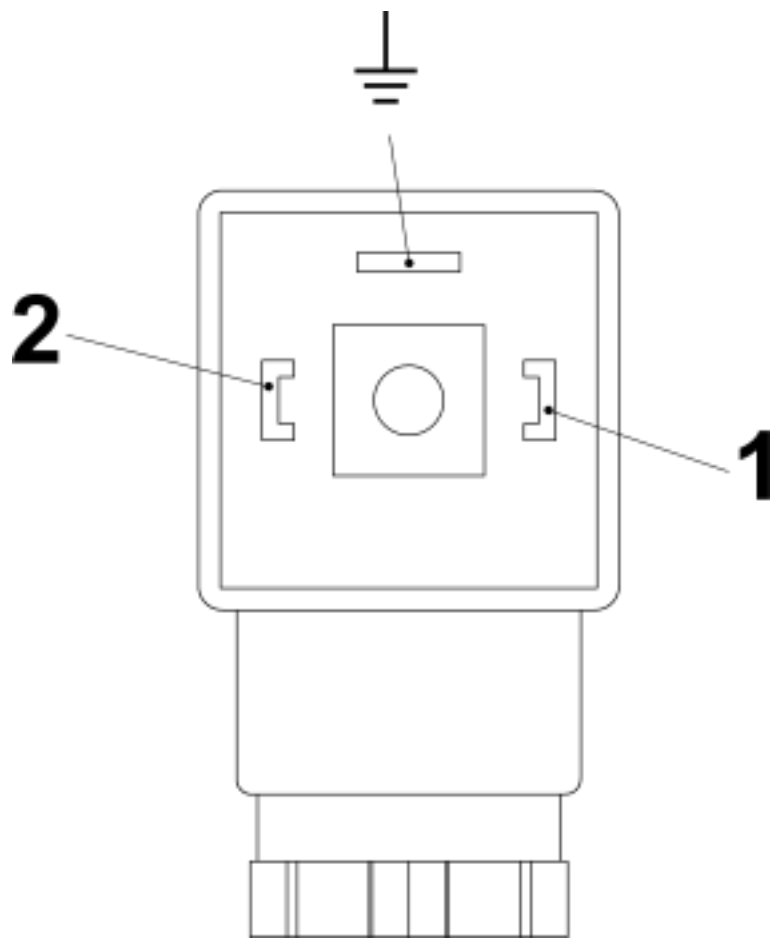
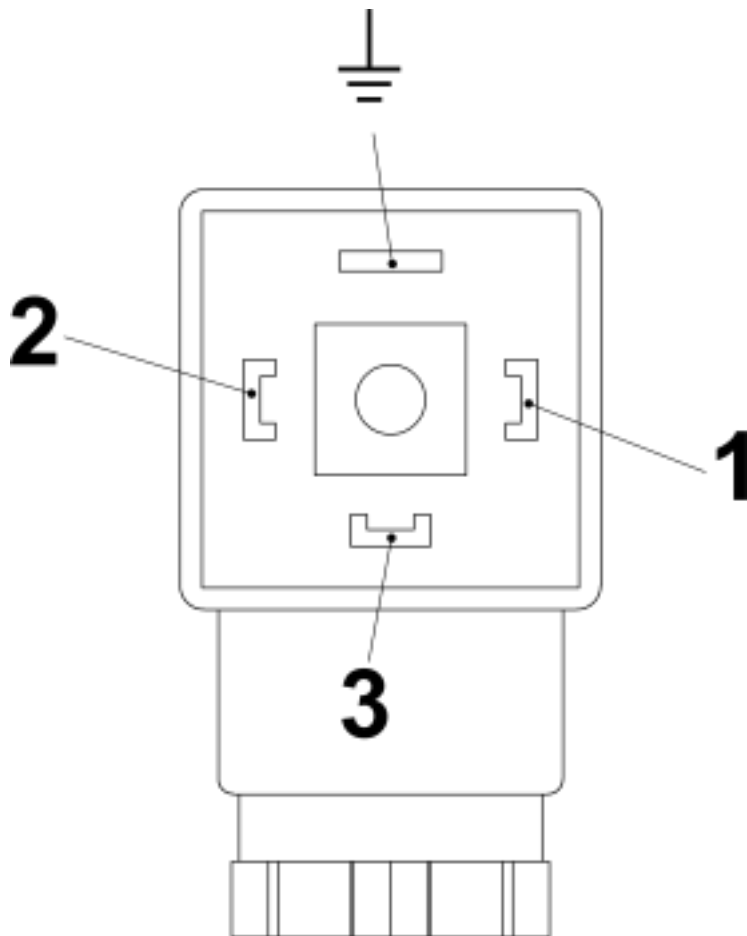

Abb. 31: Pin-Belegung Steckerdose Schließer (Schaltkontakt SG-30 mit Gerätestecker nach EN 175301-803)
Abb. 32: Pin-Belegung Steckerdose Wechsler (Schaltkontakt SG-30 mit Gerätestecker nach EN 175301-803)
- 6.** → Schließen Sie das Kabel gemäß den Anschlussbildern (Abb. 31 und Abb. 32) an